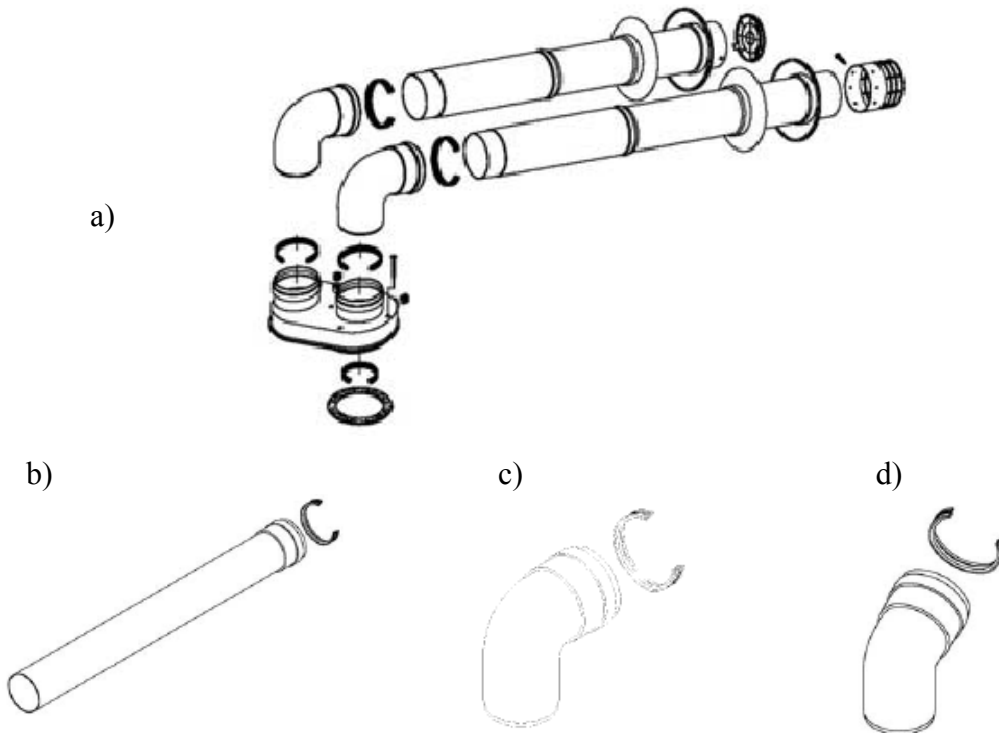

Рисунок 21
- Комплект двойной системы вытяжки и аксессуары (Рисунок 21)